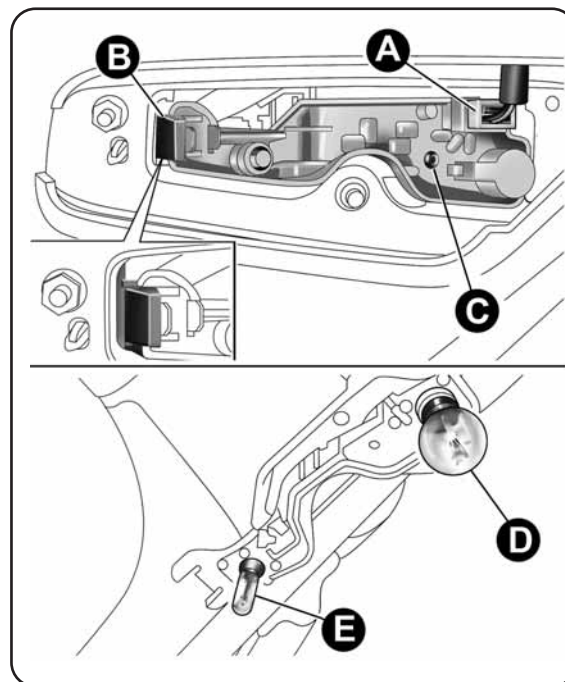

fig. 138
- déposer le connecteur A-fig. 138 et extraire le groupe douille, en agissant d'abord sur la languette B et ensuite en dévissant la vis C ;
- remplacer l'ampoule en la déplaçant légèrement et en la faisant pivoter dans le sens anti-horaire fig. 138 :